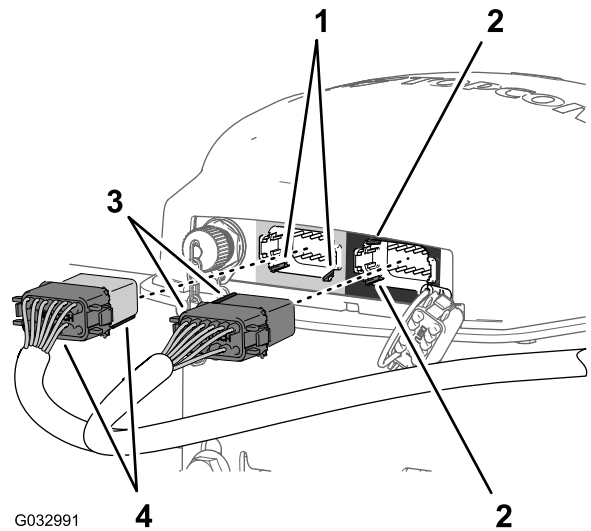

Figure 141
- Alignez les 2 détrompeurs du côté long du connecteur à 12 douilles du faisceau de données étiqueté **AGI4 A KEY (GREY)** sur les 2 rainures de la paroi horizontale inférieure du connecteur à 12 broches (gris) du récepteur de navigation (Figure 141).
- Branchez le connecteur étiqueté **AGI4 A KEY (GREY)** du faisceau de données sur le connecteur à 12 broches gauche (gris) du récepteur de navigation jusqu'à ce que les connecteurs s'enclenchent solidement l'un dans l'autre (Figure 141).
- Alignez les 2 détrompeurs du côté court du connecteur à 12 douilles du faisceau de données étiqueté **AGI4 B KEY (BLACK)** sur les 2 rainures correspondantes dans la paroi verticale gauche du connecteur à 12 broches droit (noir) du récepteur de navigation (Figure 141).
- Branchez le connecteur étiqueté **AGI4 B KEY (BLACK)** du faisceau de données sur le connecteur à 12 broches droit (noir) du récepteur de navigation jusqu'à ce que les connecteurs s'enclenchent solidement l'un dans l'autre (Figure 141).